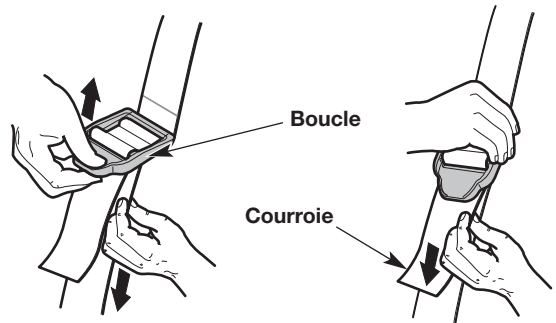

Fig. 9
4. Ajustez la bandoulière en fonction de l'opérateur (Fig. 9). Tirez la boucle vers le haut pour desserrer la bandoulière. Tirez la bandoulière vers le bas pour serrer la bandoulière.